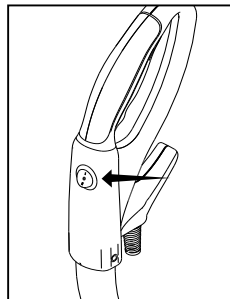

Fig. 2
- L'interrupteur situé sur la poignée de l'aspirateur dispose de trois positions (Fig. 2). La position du milieu est le réglage « Éteint », la position arrière est le réglage « Allumé » et la position avant est le réglage « Puissance maximale » (Fig. 3).